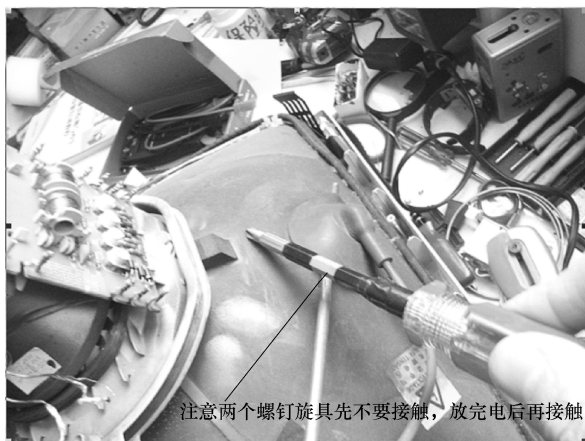

图 2-16 对显像管的高压嘴进行放电
1) 一字形、十字形组合螺钉旋具 2~3 个, 手工钻和微型活动扳手各一个, 含试电笔的塑料柄小一字头螺钉旋具一个。采用两把优质绝缘螺钉旋具, 一个螺钉旋具接显像管石墨层, 另一个螺钉旋具接高压嘴内的卡簧, 用来对显像管的高压嘴放电 (见图 2-16)。放完电